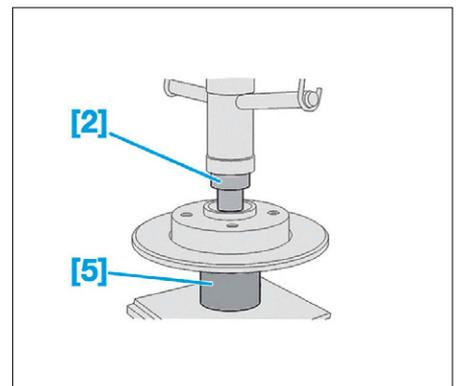

FIG. 61
- Extraire la cible d'antiblocage de roue (1).
- Poser les outils [2] et [5] (Fig.61).